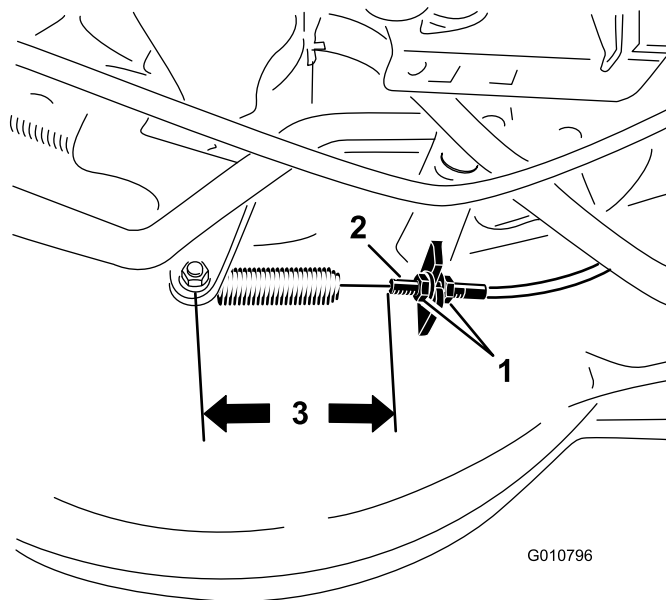

Figura 26
4. Afloje las tuercas del cable del freno de la cuchilla hasta que se deslice el conducto del cable del freno (Figura 26).
Nota: La distancia entre el extremo del conducto del cable de freno y el perno de anclaje del muelle debe ser de 11,4 cm. Consulte Figura 26.